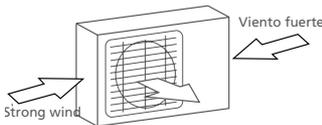

Fig. 5.1
- Si la ubicación está expuesta a fuertes vientos (por ejemplo: cerca de una playa), la unidad debe colocarse contra la pared para protegerla del viento. Si es necesario, utilice un toldo. (Ver Fig. 5.1 y 5.2)